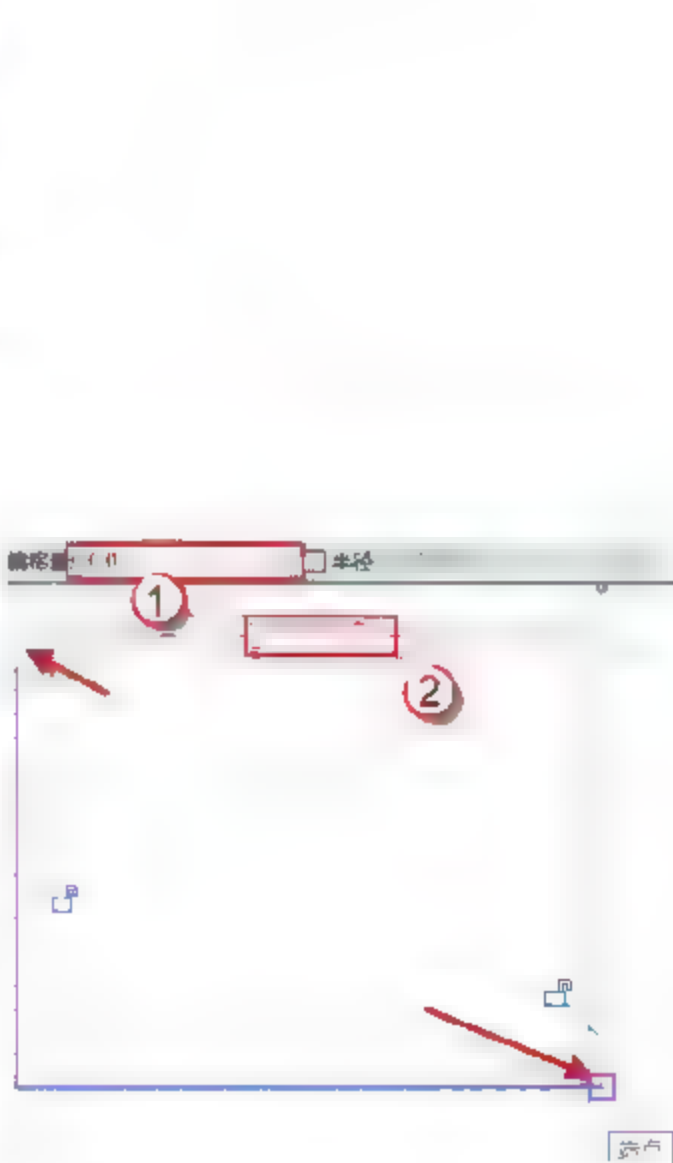

图 4.3.11 绘制 5 号板
(11) 绘制 5 号板，单击“矩形”按钮，绘制 5 号板，调整跨方向，将偏移量设置为 0，单击√按钮，完成绘制，如图 4.3.11 所示。